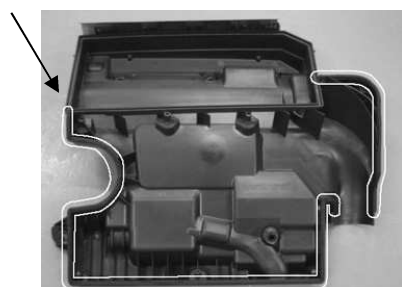

図 3
- 1) 取り外したフィルターカバーの合わせ目に、スポンジテープ小を貼り付けていきます。図 3 参照